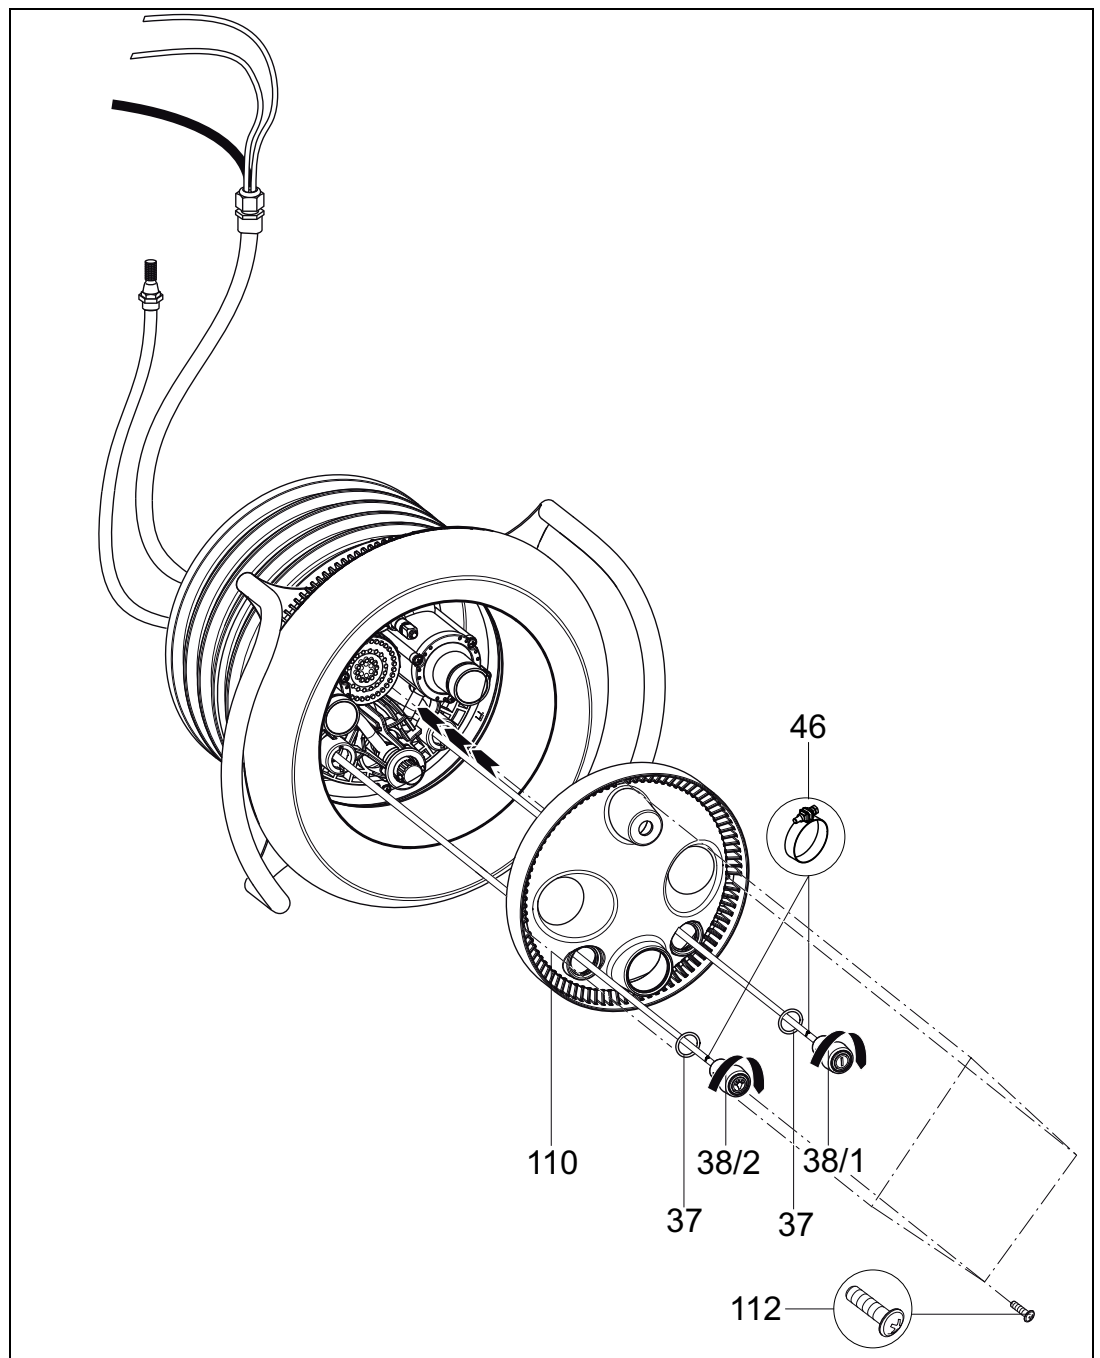

Fig. 12
10. Condurre i tubi pneumatici attraverso le aperture inferiori/esterne della copertura della luce **(110)** (luce On/Off a sinistra; pompa On/Off a destra). Centrale la copertura della luce **(110)** sull'alloggiamento degli ugelli **(102.1)** e fissarla con le quattro viti autofilettanti **(112)** *(fig. 12)*.
11. Applicare un O-Ring **(37)** su ogni pulsante pneumatico **(38/1;38/2)**. Fissare i tubi pneumatici ai rispettivi pulsanti con le fascette stringitubo **(46)**. Inserire i due pulsanti pneumatici nell'alloggiamento degli ugelli attraverso la copertura della luce **(110)** e bloccarli ruotandoli in senso orario *(fig. 12)*.